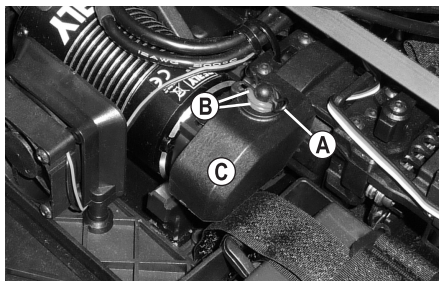

Figure 17
- Remettez le couvercle de protection (C) en place. Insérez les deux anneaux en caoutchouc (B) sur la goupille de retenue et insérez à nouveau les clips (A), voir figure 17.